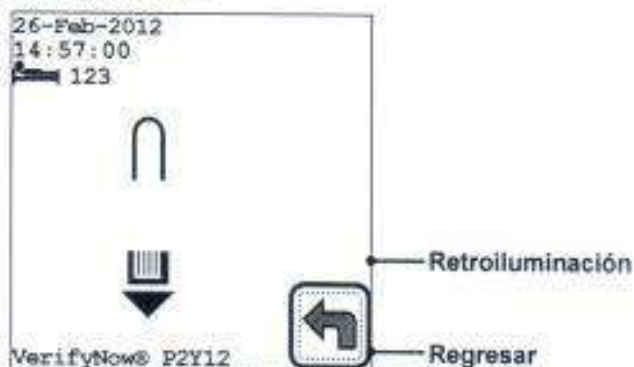

Figura 7-2 Ajustar retroiluminación
4. Pulse la tecla Ajustar Retroiluminación (Adjust Backlight)  para cambiar la retroiluminación de encendido a apagado (Figura 7-2). Encuentre una configuración que ofrezca mejor visibilidad con la luz de la habitación.